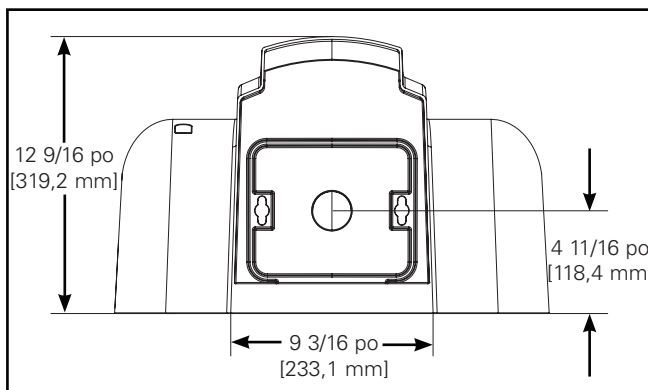

Figure 4.
1. La trousse pour montage standard peut être montée sur toute boîte de jonction standard et encastrée de 101,6 mm (4 po). Ne l'utilisez pas avec une boîte de jonction montée en surface. Pour l'orientation du luminaire vers la boîte de jonction (Figure 4).